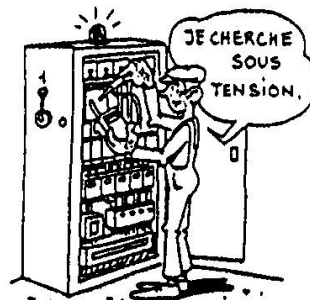

fig. 7. Localisation du défaut.
- la mesure des grandeurs électriques au moyen d'appareils de mesure ne nécessitant pas l'ouverture de circuits est autorisée (fig. 7),